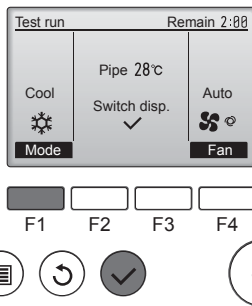

Fig. 5-5
- 1 Кнопкой [F1] выберите режим работы "Cool" (Охлаждение) или "Heat" (Нагревание). (Fig. 5-5)